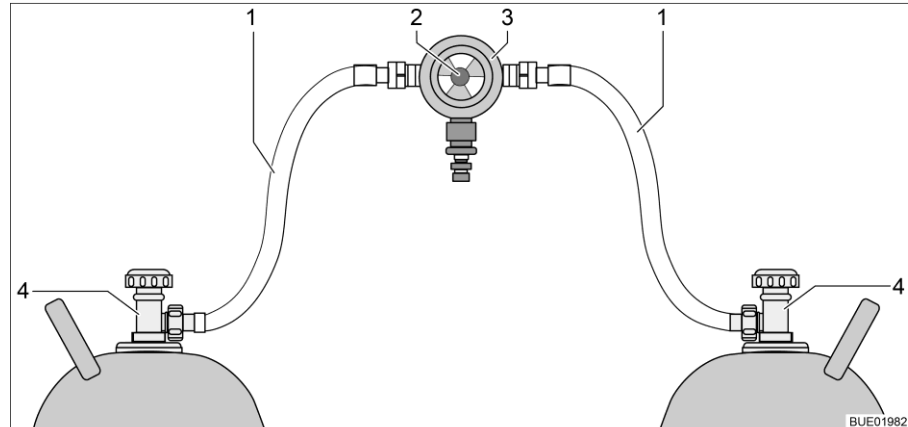
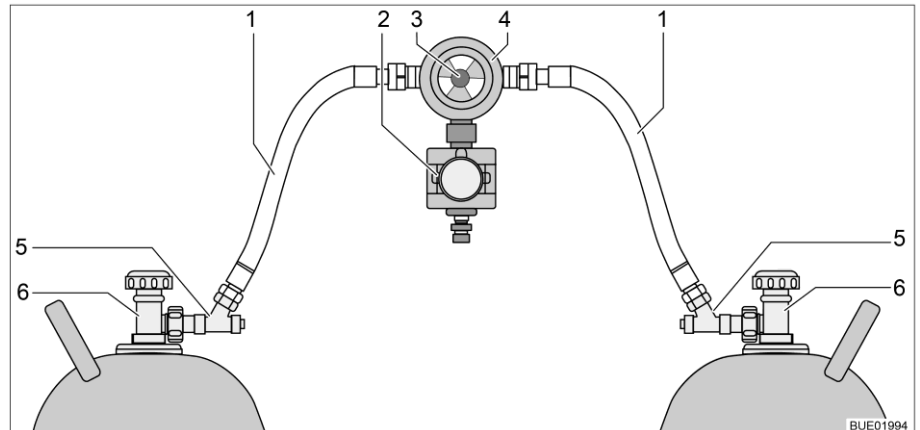

Fig. 63 Impianto di commutazione per bombole del gas
Fig. 64 Impianto di commutazione per bombole del gas con CPU
L'impianto di commutazione per bombole del gas è formato da un regolatore di pressione del gas combinato con valvola di commutazione e indicazione (Fig. 63,3). L'impianto di commutazione per bombole del gas è montato tra i due tubi del gas (Fig. 63,1).
L'impianto di commutazione per bombole del gas è formato da un regolatore di pressione del gas combinato con valvola di commutazione e indicazione (Fig. 64,4) e una elettrovalvola (Fig. 64,2). In caso di frenata brusca, incidente o inclinazione straordinaria, l'elettrovalvola blocca l'alimentazione del gas al veicolo. L'impianto di commutazione per bombole del gas è montato tra i due tubi del gas (Fig. 64,1) con dispositivi antirottura del tubo flessibile (Fig. 64,5).
L'impianto di commutazione per bombole del gas garantisce una pressione del gas costante, indipendentemente da quale bombola provenga l'alimentazione del gas. L'indicatore nella valvola di commutazione indica il livello di riempimento della bombola in uso. Se l'indicatore è verde, il rifornimento di gas viene fatto dalla bombola in uso. Quando l'indicatore è rosso, la bombola in uso è vuota. Il rifornimento di gas avviene poi tramite la bombola di riserva. Con la manopola (Fig. 63,2 o Fig. 64,3) sull'impianto di commutazione per bombole del gas è possibile stabilire quale delle bombole del gas viene utilizzata come bombola in uso e quale come bombola di riserva.
Sulla centralina di controllo (Fig. 65) possono venire azionate solo le funzioni elettriche. Le valvole principali di arresto delle bombole del gas (Fig. 63,4 o Fig. 64,6) devono essere aperte manualmente.
- Aprire le valvole principali di arresto delle bombole del gas (Fig. 63,4 o Fig. 64,6).
- Premere i dispositivi antirottura del tubo flessibile (Fig. 64,5) uno dopo l'altro per 10 secondi.
- Con la manopola (Fig. 63,2 o Fig. 64,3) sull'impianto di commutazione selezionare la bombola del gas, da cui deve provenire la principale alimentazione del gas (bombola in uso). Girare la manopola fino all'arresto.
- Chiudere le valvole principali di arresto delle bombole del gas (Fig. 63,4 o Fig. 64,6).